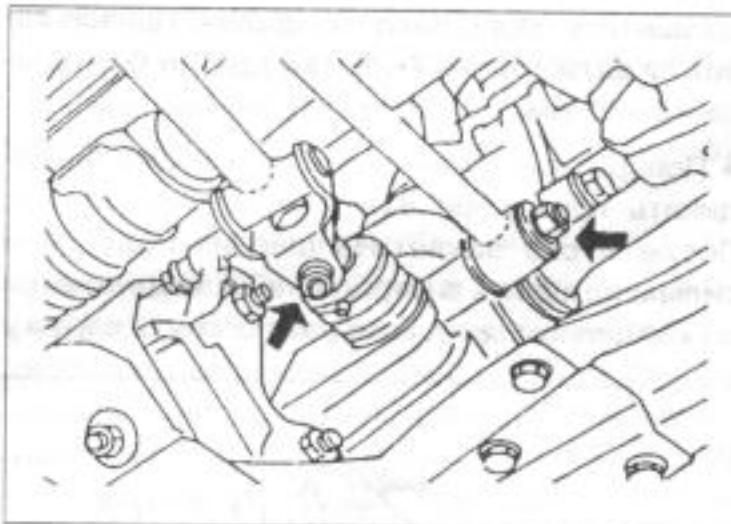

Рис. 169.
- Пользуясь рис.169, отвинтить шток вилки переключения передач от вала переключателя в коробке передач и шток стабилизатора от переключателя на стенке коробки передач.
- Опять подсоединить шток вилки переключения передач и шток стабилизатора в соответствии с рис.169.